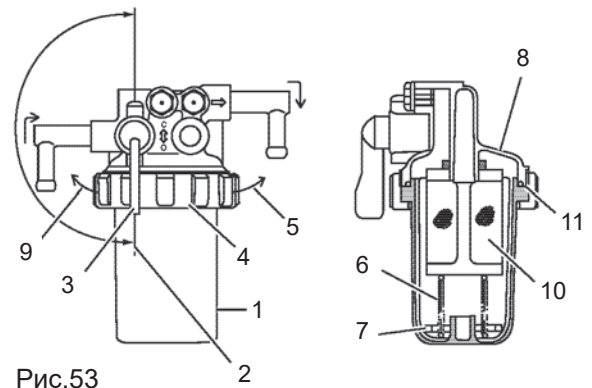

Рис.53
1. Поместите одобренную емкость под чашку (1, Рис. 53) топливного фильтра/водоотделителя для сбора загрязнений.
2. Закройте (2, Рис. 53) топливный кран (3, Рис. 17).
3. Поверните стопорное кольцо (4, Рис. 53) влево (9, Рис. 53).
4. Аккуратно снимите чашку (1, Рис. 53). Снимите удерживающую пружину (6, Рис. 53) и поплавков (7, Рис. 53) с чашки. Вылейте топливо в одобренный контейнер и утилизируйте отходы надлежащим образом. Придерживайтесь дно стакана тканью, чтобы топливо не капало. Немедленно вытирайте любые разливы.
6. Снимите сетчатый фильтр (10, Рис. 53), потянув его вниз.
8. Проверьте состояние уплотнительного кольца (11, Рис. 53). При необходимости замените.
9. Поместите поплавков (7, Рис. 53) и удерживающую пружину (6, Рис. 53) внутрь чашки.
10. Установите чашку на монтажный фланец (8, Рис. 53) и поверните стопорное кольцо (4, Рис. 53) вправо (5, Рис. 53). Затягивайте только вручную.
11. Откройте топливный кран (3, Рис. 53).